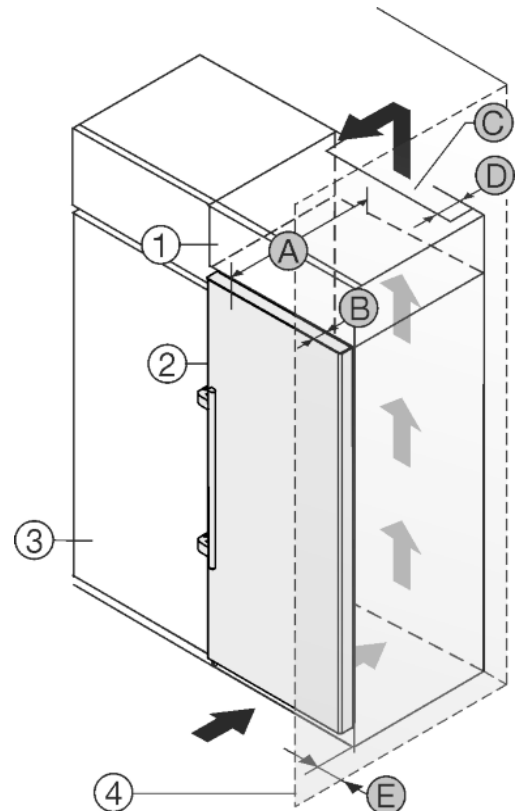

Fig. 23
Устройство может быть окружено кухонными шкафами. Чтобы уравнять устройство *Fig. 23 (2)* по высоте с кухонной стенкой, можно установить над устройством дополнительный шкафчик *Fig. 23 (1)*.
Установить устройство можно непосредственно рядом с кухонным шкафом *Fig. 23 (3)*. Чтобы можно было полностью открыть двери, устройство должно выступать на глубину *Fig. 23 (B)* относительно передней стенки кухонного шкафа. В зависимости от глубины кухонных шкафов и использования пристенных распорок устройство может выступать и больше.
- На задней стенке дополнительного шкафчика должен быть вентиляционный канал с глубиной *Fig. 23 (D)* по всей ширине этого шкафа.
- Нужно соблюдать вентиляционное отверстие *Fig. 23 (C)* под нижней панелью.
Если устройство установлено на шарнирах у стены *Fig. 23 (4)*, то нужно соблюдать расстояние *Fig. 23 (E)* между устройством и стеной. Настолько выступает ручка при открытой дверице.